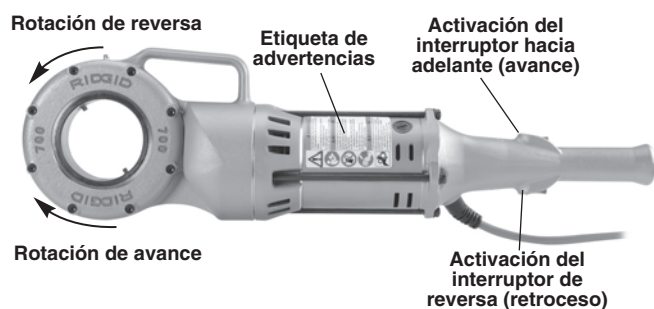
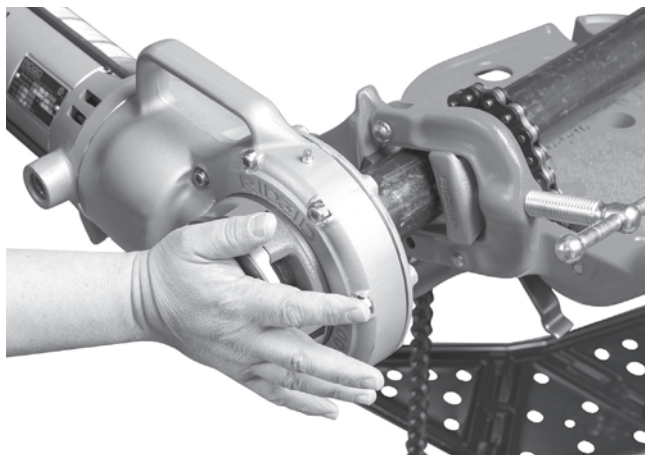

Figura 3 – Posición del interruptor para seleccionar el sentido de la rotación
Figura 8 – Inicio del roscado
- La etiqueta de advertencias está presente y legible (Figura 3).
- Oprima y suelte el interruptor para la rotación de avance (FORWARD) y oprima y suelte para la rotación de retroceso (REVERSE), como se muestra en la Figura 3. Confirme que el accionamiento motorizado gira como se muestra en la Figura 3 y que el interruptor controla el funcionamiento de la máquina.
4. Al mismo tiempo, active el botón interruptor (vea la *Figura 3*) y empuje contra la tapa del cabezal roscador con la palma de la mano contraria, para iniciar el roscado (*Figura 8*). No use guantes ni joyas, y no use un paño mientras presiona la tapa del cabezal. Esto aumenta el riesgo de enmarañarse y sufrir una lesión. Una vez que las terrajas hagan contacto con el tubo, se van cortando las roscas a medida que las terrajas se incrustan en el extremo del tubo.